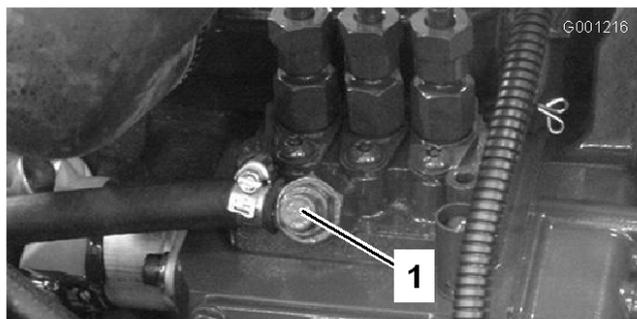

図 30
3. 燃料噴射ポンプについているエア抜きネジ（図 30）をゆるめる。